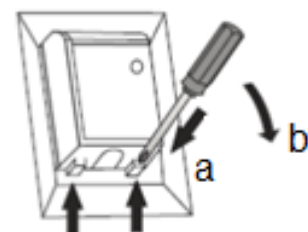

Abbildung 9 Netzanschlussdose
- Kompaktstecker in die Anschlussöffnung siehe Abb. 9 Backofenrückseite stecken.